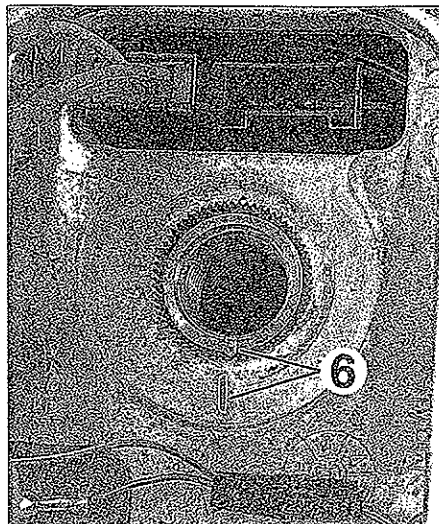

FIG. 5
- al montar, alinear las marcas (6) del volante con relación a la columna de dirección (fig. 5).